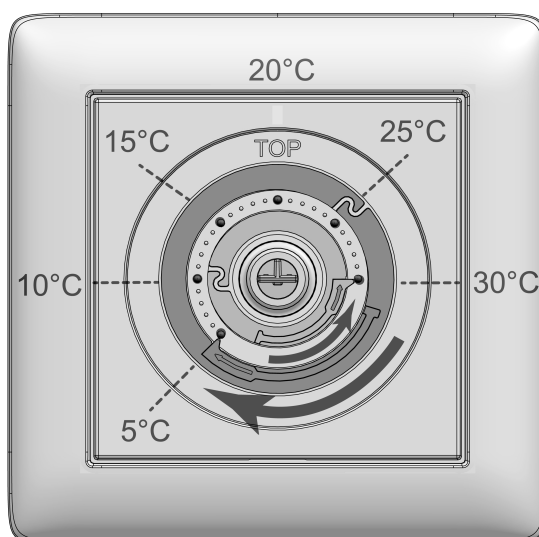

Bild 4: Einstellringe zur Temperaturbegrenzung
In Mittelstellung regelt das Gerät auf 20 °C Soll-Temperatur. Die geringste Soll-Temperatur beträgt 5 °C und die höchste Soll-Temperatur 30 °C (Bild 4).
- Bedienknopf (4) von der Zentralplatte (3) abziehen, so dass die Einstellringe (6) sichtbar sind (Bild 4). Die im Bild dargestellten Temperaturwerte dienen der Orientierung.